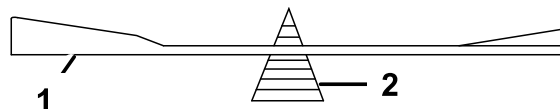

図 83
2. ブレード balanサーを使ってバランスを調べる 図 83。